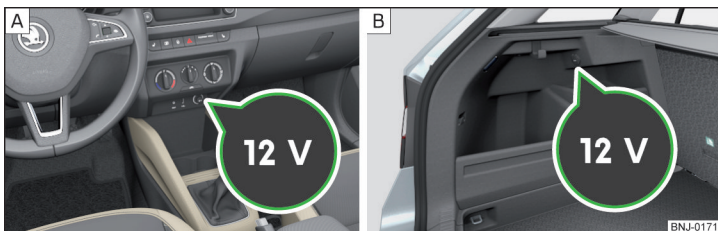

Bild 77 Lock till 12 V-uttaget: i den mellersta delen av instrumentpanelen/bagagerummet
Placering av 12 V-uttag » bild 77
- Avlägsna kåpan till uttaget » bild 77 - **A** eller öppna kåpan till eluttaget » bild 77 - **B**.